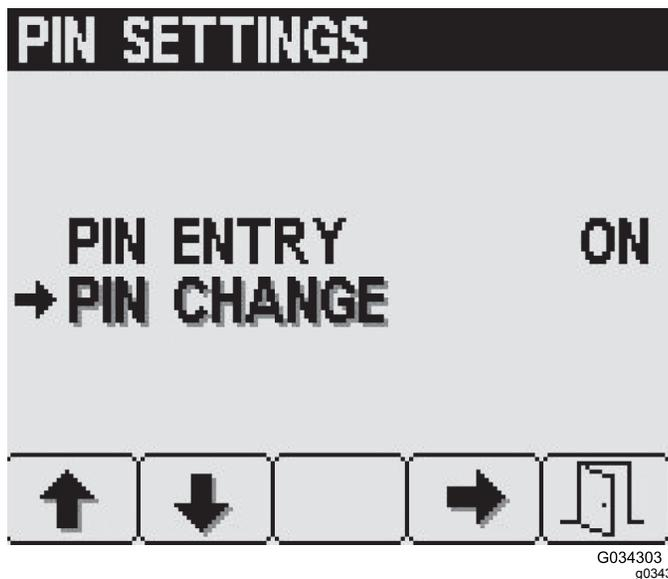

Рисунок 27
- На странице PIN Settings (Настройки PIN-кода) с помощью кнопки 2 перейдите к пункту PIN Change (Изменение PIN-кода) и нажмите кнопку выбора 4 (Рисунок 27).